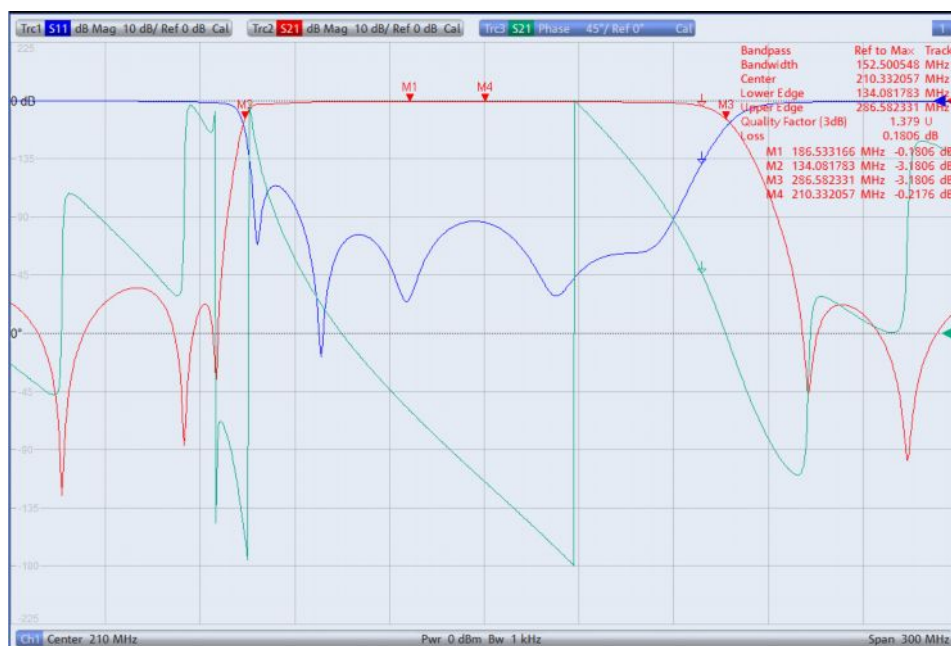

Рис. 5-10 – Отображение абсолютной центральной частоты полосы пропускания
- Выберите вкладку *Advanced* (Расширенные) и отключите функцию *Geometric Calculation of Bandfilter Center* (Геометрический расчет центра ПФ). Вместо среднего геометрического значения теперь отображается абсолютная центральная частота, равная 210,33 МГц (рис. 5-10).